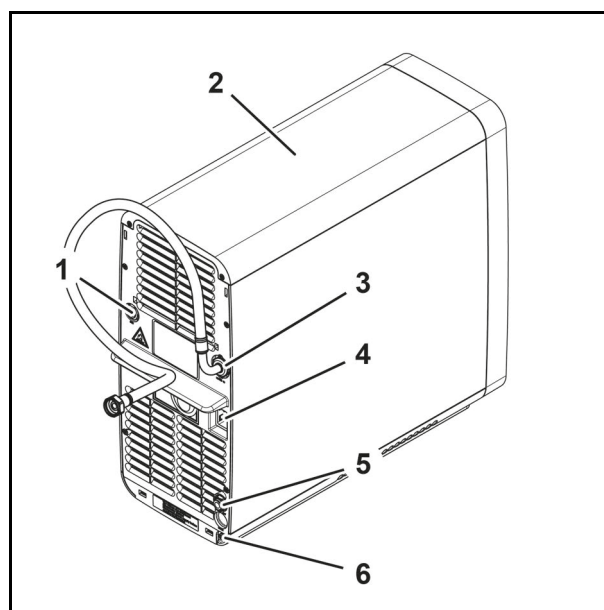

Abb. 16
1. Trennen Sie den Netzstecker vom Anschluss (Abb. 16/4) des Untertischgeräts (Abb. 16/2).
2. Trennen Sie die elektrische Leitung der Armatur vom Anschluss (Abb. 16/6) des Untertischgeräts (Abb. 16/2).
3. Trennen Sie die Kaltwasserleitung (Abb. 16/3) vom Untertischgerät (Abb. 16/2).
4. Trennen Sie die Produktleitung (Abb. 16/5) vom Untertischgerät (Abb. 16/2).